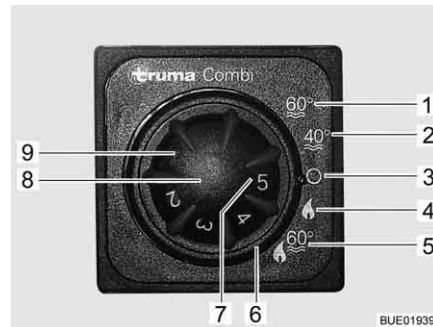

Fig. 54 Centralina di controllo per riscaldamento/boiler
- Impostare la modalità di funzionamento tramite l'interruttore girevole (Fig. 54,6).
A seconda della temperatura ambiente desiderata, il riscaldamento seleziona automaticamente il livello del bruciatore necessario. Al raggiungimento della temperatura ambiente desiderata, il bruciatore si spegne. Durante la modalità di funzionamento "Riscaldamento e preparazione acqua calda" (Fig. 54,5) viene riscaldata anche l'acqua nel boiler. Nella modalità di funzionamento "Solo riscaldamento" (Fig. 54,4) è possibile far funzionare il riscaldamento con il boiler vuoto.
- Impostare la manopola della temperatura (Fig. 54,8) sulla centralina di controllo scegliendo il livello di potenza desiderato.
- Posizionare l'interruttore girevole (Fig. 54,6) su funzionamento invernale "Solo riscaldamento" (Fig. 54,4) o su funzionamento invernale "Riscaldamento e preparazione acqua calda" (Fig. 54,5).
Si accende la spia di controllo verde (Fig. 54,7).
- Posizionare l'interruttore girevole (Fig. 54,6) su "O" (Fig. 54,3).